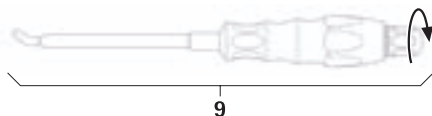

Рис. 15
- Осуществить монтаж инструмента для установки стержней 9, см. Рис. 15.